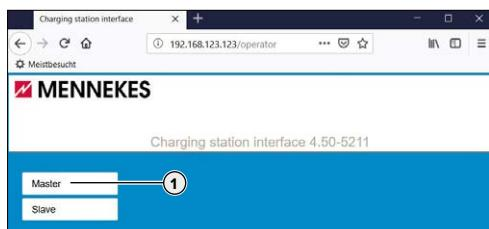

Fig. 21: Pagina di selezione: Master - Slave
- ➔ "Fig. 21: Pagina di selezione: Master - Slave"